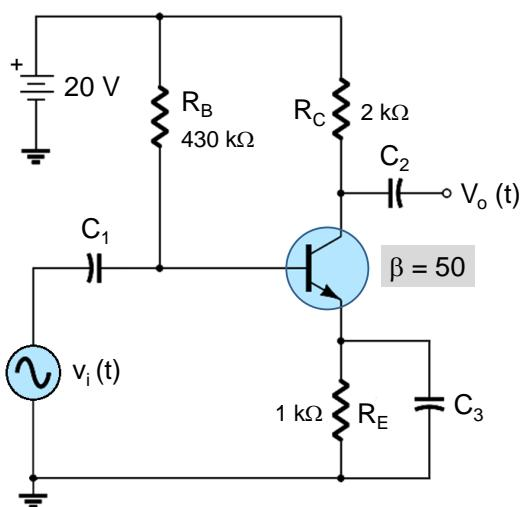

Figura 5.
**Questão 7** – Seja o circuito da Figura 5, polarização estável de emissor de um TJB.